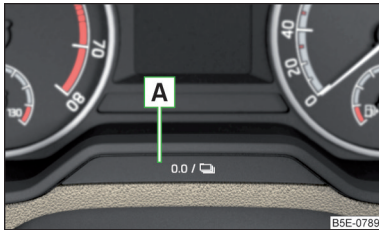

Abb. 50
- › Die Taste **A** » Abb. 50 gedrückt halten, bis im Display der Menüpunkt **Service** angezeigt wird.